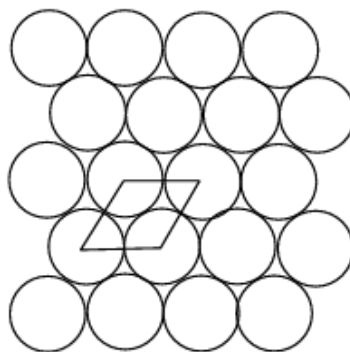
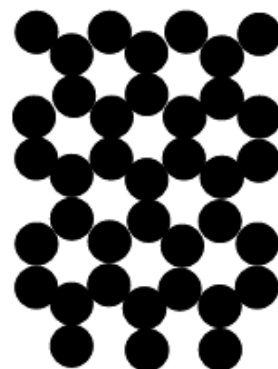

Figure 1 : plans formés par les atomes de zirconium
Figure 2 : plans formés par les atomes de bore
- 1) Dans le borure de zirconium, les atomes sont organisés suivant une alternance de **plans compacts** d'atomes de zirconium, où la figure de base est un losange (figure 1), et de plans d'atomes de bore où les atomes en contact avec trois autres atomes forment des hexagones réguliers (figure 2).
- Représenter la maille de borure de zirconium (on prendra comme maille un prisme droit à base losange, le losange étant celui dessiné figure 1 ; on appellera a le côté du losange et c la hauteur du prisme).